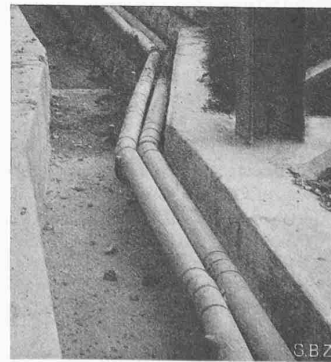

Abb. 19. Halbschalen-Kabelröhren
**Eternit-Kabelröhren.** Eternit hat seit langem in der Elektrotechnik die verschiedensten Anwendungen gefunden. Den Ingenieur interessieren hauptsächlich die Kabelröhren und -Träger. Abb. 19 zeigt solche Kabelröhren bei einer Strassenüberführung der SBB. Es handelt sich hier um Halbschalen; man versetzt zuerst die untere Schale, legt das Kabel hinein und deckt es mit der